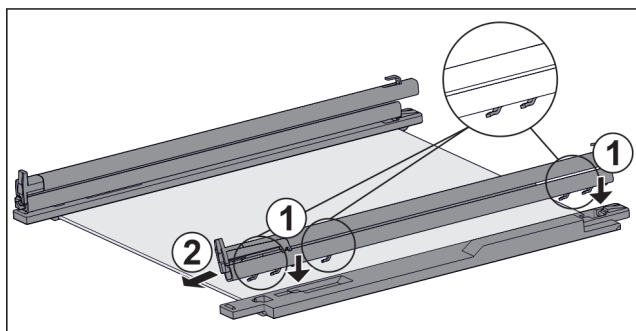

Fig. 110 Płyta szklana z szynami i elementami mocującymi
- ▶ Założyć haki szyny w otworach **lewego** elementu mocującego. Fig. 110 (1)
- ▶ Pociągnąć szynę do przodu. Fig. 110 (2)
- ▶ Założyć haki szyny w otworach **prawego** elementu mocującego. Fig. 110 (1)